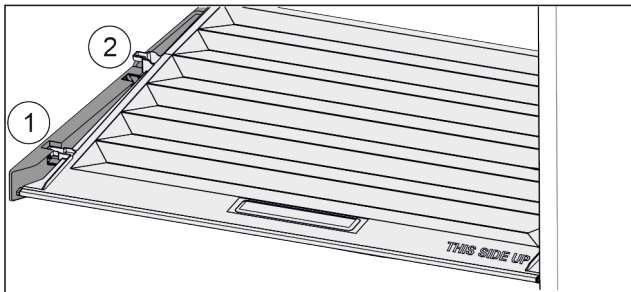

Fig. 26
- Tirer le couvercle vers l'avant jusque dans l'orifice des pièces de retenue Fig. 26 (1).
- Le soulever par le bas à l'arrière et le sortir par le haut Fig. 26 (2).